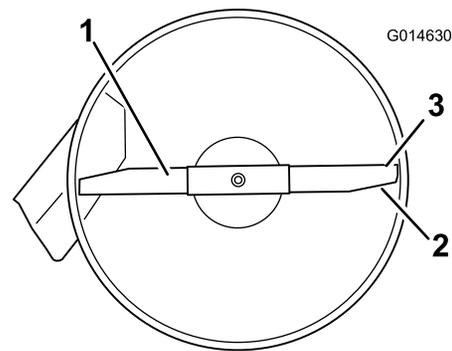

Figure 48
4. Faites pivoter la lame avec précaution pour qu'elle soit transversale (Figure 48).
5. Mesurez la distance entre les tranchants extérieurs et le sol plat (Figure 48).